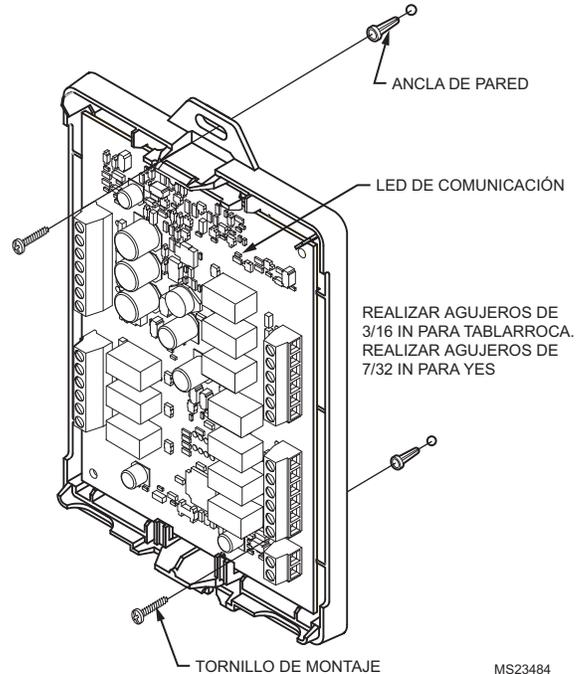

Fig. 8. Montaje del EIM.
- Inserte los tornillos de montaje en los agujeros y ajústelos. Vea la Fig. 8.
El EIM posee un LED (vea la Fig. 8) que indica el estado del EIM de la siguiente manera: